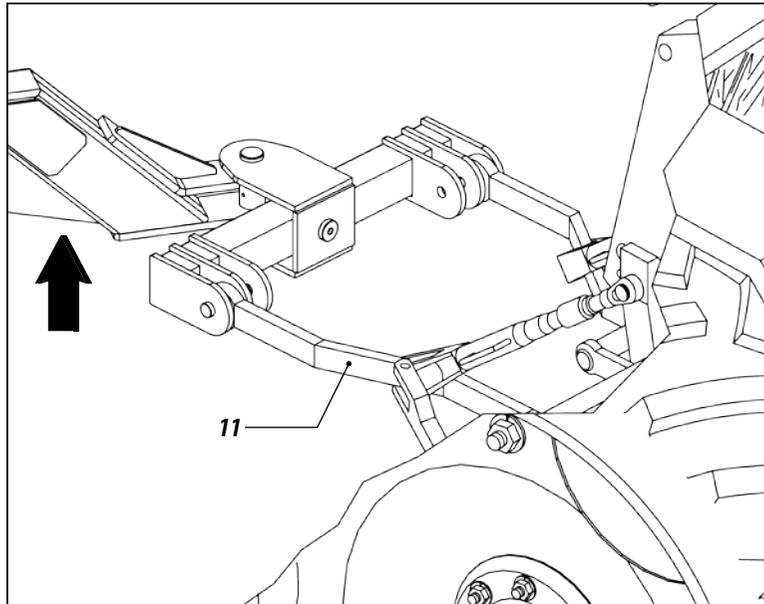

Figura 59
07 - Levante los brazos del gato (11) del tractor. FIGURA 59.